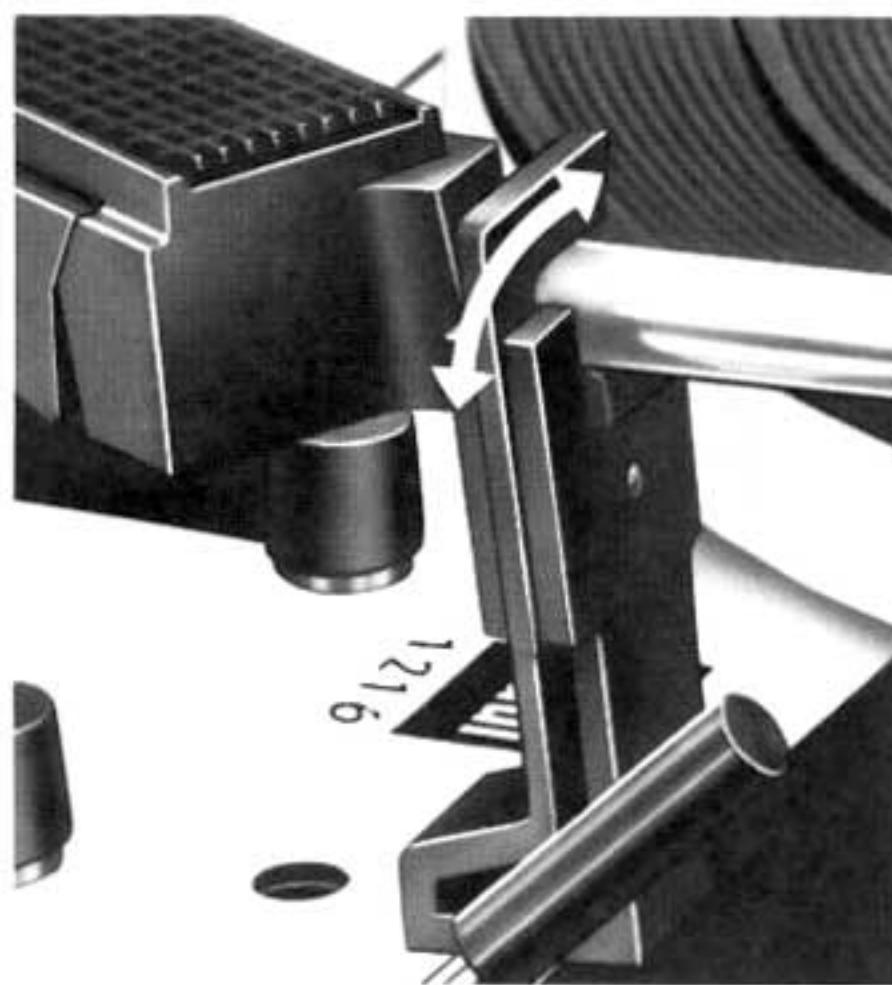

Fig. 7
Après la reproduction du disque ou du dernier disque lorsqu'on utilise le changeur de disques, le bras revient automatiquement sur son support et l'appareil coupe le courant. Il est recommandé de verrouiller alors le bras sur son support (fig. 7).
Choisissez ensuite la vitesse de rotation nécessaire ② ainsi que le diamètre du disque ⑬ (17, 25 ou 30 cm respectivement 7, 10 ou 12") et déverrouillez alors le bras de pick-up (fig. 7).